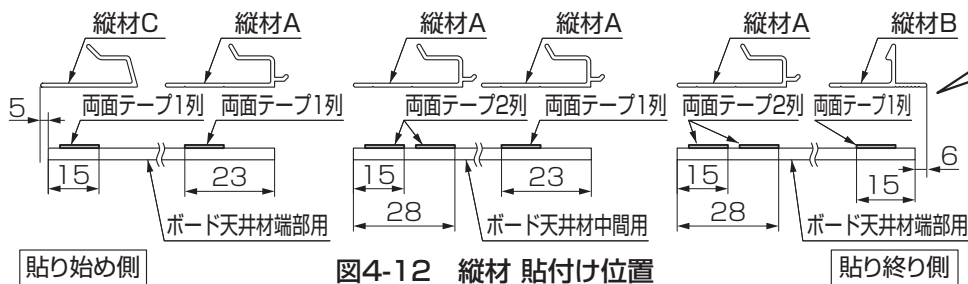

図4-12 縦材 貼付け位置
- ①ボード天井材に両面テープを図4-12を参照して貼付けてください。